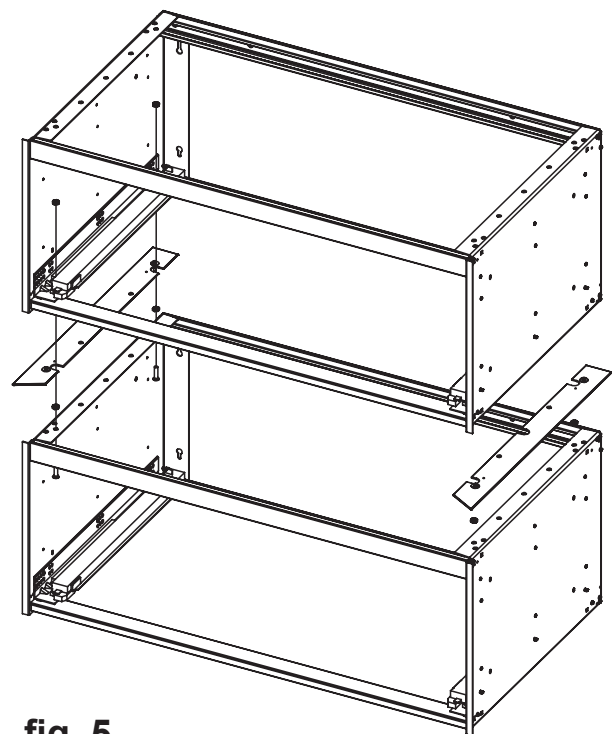

fig. 5
4. Install the upper vanity on top of the lower vanity and install jam nuts (203-1268), onto the previously installed screws to lock the two vanities together (fig. 5).
4. Installez le meuble-lavabo supérieur au-dessus du meuble-lavabo inférieur et installez les contre-écrous (203-1268), sur les vis déjà installées pour verrouiller les deux meubles-lavabos ensemble (figure 5).
4. Instale el tocador superior sobre el inferior e instale las tuercas hexagonales (203-1268), sobre los tornillos previamente colocados para asegurar los dos tocadores entre sí (fig 5).